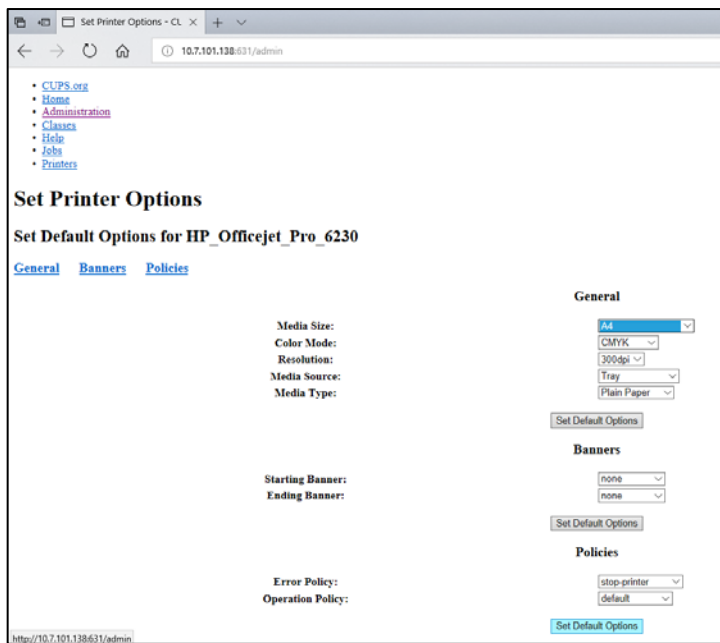

Figura 81. Selección del tamaño de papel correcto.
7. Seleccione el Media Size (Tamaño de papel) correcto (como "A4"), ya que algunas impresoras no imprimirán si el formato de papel no es correcto. A continuación, guarde la selección pulsando Set Default Options (Definir las opciones predeterminadas; consulte la figura 81).